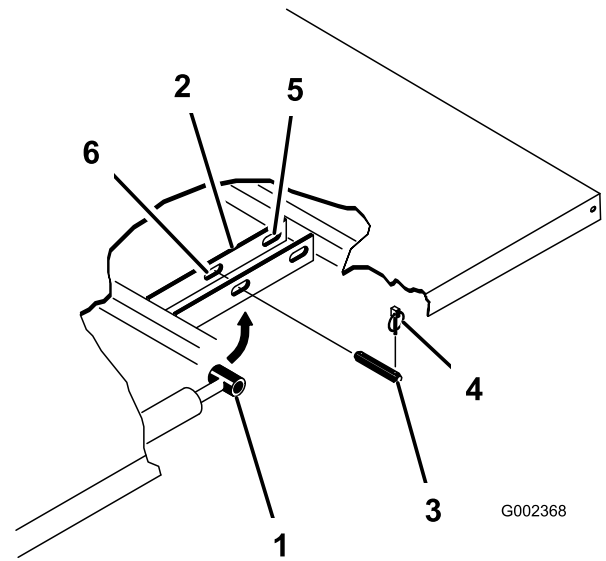

Bild 23
- Nehmen Sie die Lastösenbolzen ab, mit denen die Enden der Zylinderstange an den Befestigungsplatten der Ladepritsche befestigt sind. Drücken Sie die Bolzen hierfür nach innen (Bild 23).
- Nehmen Sie die Klappstecker und die Lastösenbolzen ab, mit denen die Schwenkhalterungen an den Rahmenkanälen befestigt sind (Bild 23).
- Nehmen Sie die Klappstecker von den äußeren Enden der Lastösenbolzen der Zylinderstange (Bild 23) ab.